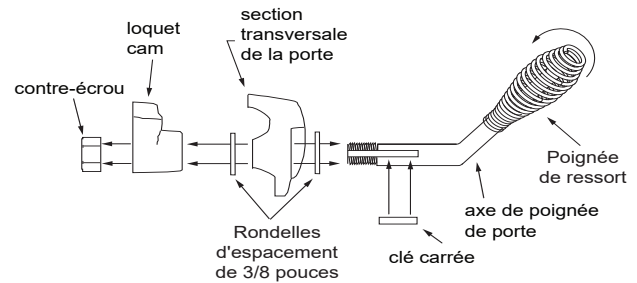

Figure 23.2
3. Placez une deuxième rondelle comme illustré à la **figure 23.2**.
7. Installez la poignée à ressort en la tournant en sens horaire jusqu'au dégagement requis de 51 mm (2 po) sur la tige de la poignée de porte (**Figure 23.2**).